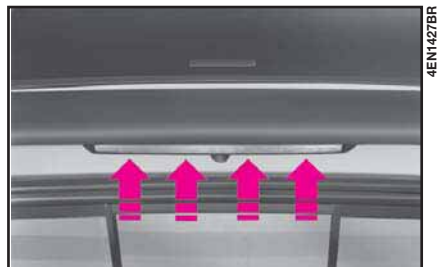

fig. 23
1) agendo dal vano di carico, togliere le viti che fissano il gruppo **fig. 23**.